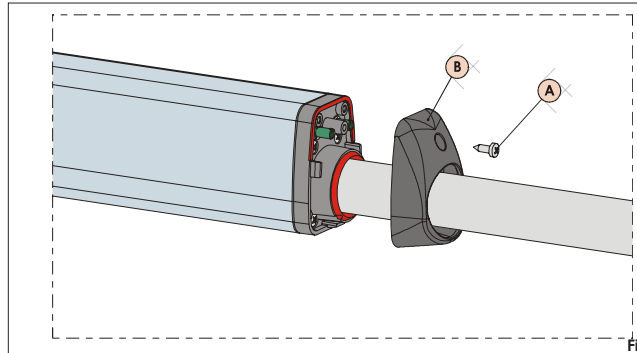

Fig. 18
- 1) Destornille el tornillo de fijación superior, Fig.18 ref.A, y extraiga la tapa, Fig.18 ref.B.
- 5) Reponga de nuevo la tapa, Fig.18 ref.B, y apriete el tornillo de fijación, Fig.18 ref.A.